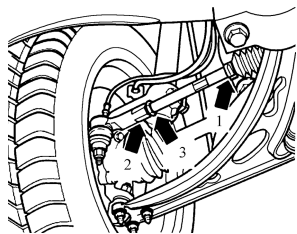

图 3-104 松开防松螺母
- 1) 松开防松螺母 3，同时固定住转向横拉杆头 2，如图 3-104 所示。